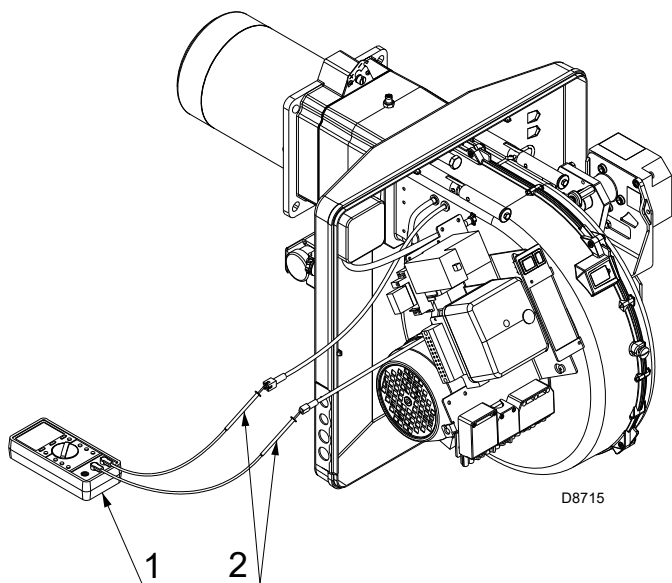

Fig. 35
Qualora, tuttavia, si voglia misurare la corrente di ionizzazione bisogna disinserire la spina-presa (2)(Fig. 35) posta sul cavo della sonda di ionizzazione ed inserire un microamperometro (1)(Fig. 35) per corrente continua da 100 μ A fondo scala.